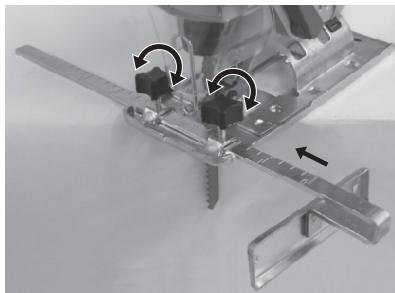

Fig. 8
7.7 Parallel sägförare (Fig. 8)